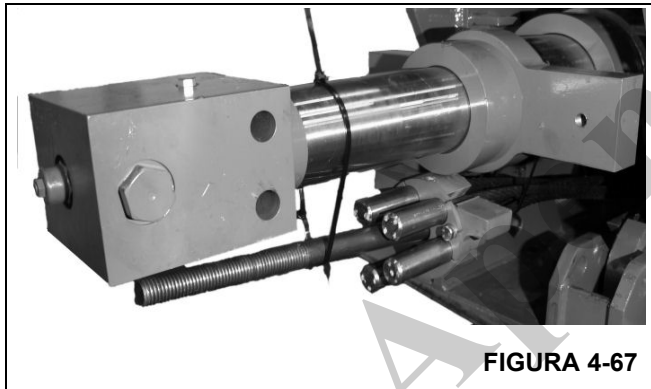

FIGURA 4-67
- 12. Prenda o conjunto de fixação dos cabos de extensão no cilindro telescópico (Figura 4-67).